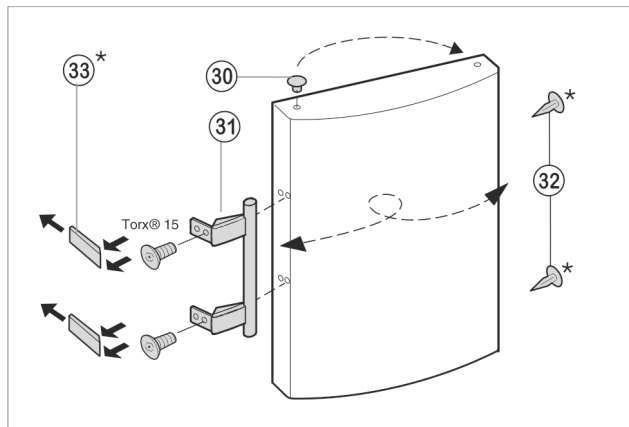

Fig. 8
- Az ajtó csapágyerselyéből emelje ki és helyezze át a tömítéseket Fig. 8 (30).
- Szerelje le az ajtó fogantyúját Fig. 8 (31), a tömítéseket Fig. 8 (32) és a nyomólemezeket Fig. 8 (33), és helyezze át az ellenkező oldalra.